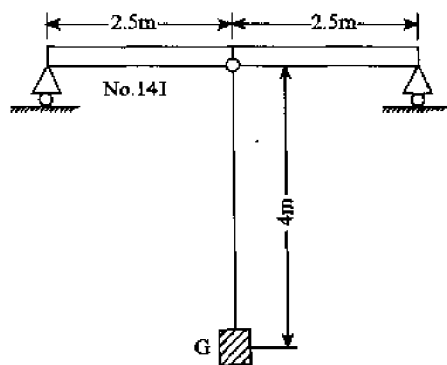

图 11-25
6. 桥式起重机上悬挂一重量 $G=50\text{kN}$ 的重物, 以均匀速度 $v=1\text{m/s}$ 向前移, 如图 11-25 所示。当起重机突然停止时, 重物像单摆一样向前摆动, 若梁为 14 号工字钢, 吊索横截面面积 $A=5\times 10^{-4}\text{m}^2$, 问此时吊索内及梁内的最大应力增加多少? 设吊索的自重以及由重物摆动引起梁的斜弯影响都忽略不计。